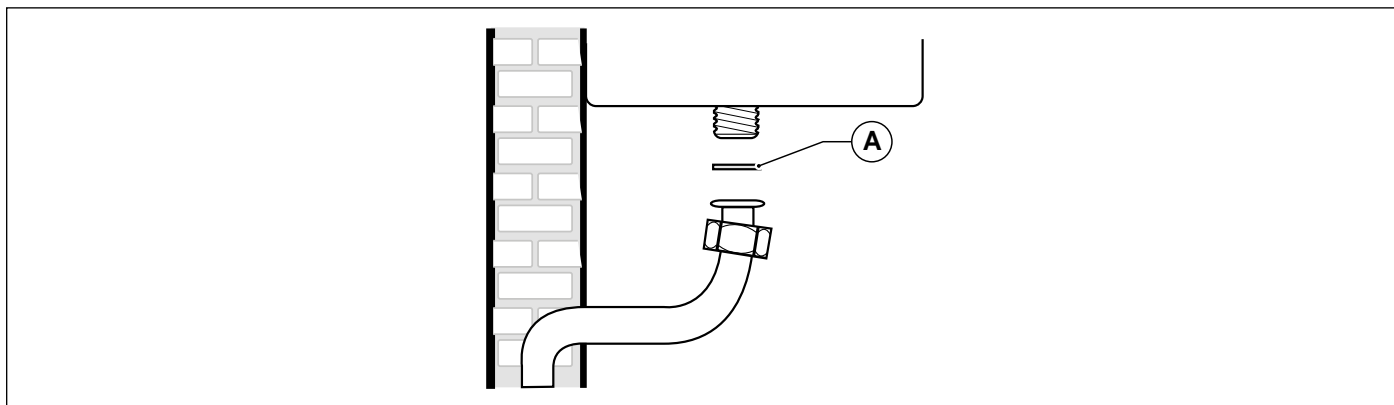

Fig. 22 Racordare la rețeaua de gaz
Pentru a conecta racordul de gaz al centralei termice la țevile de alimentare, este **OBLIGATORIU** să interpuneți o garnitură de etanșare (A) de mărime și din material adecvat (vezi Fig. 22 Racordare la rețeaua de gaz).